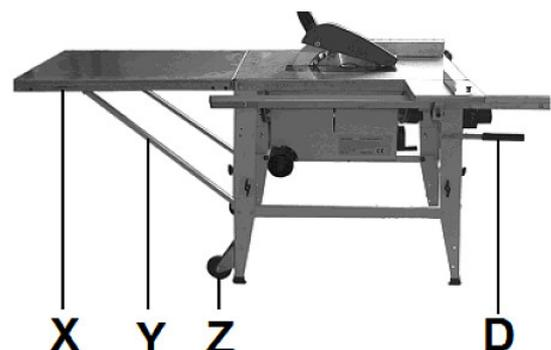

Abb. 13: Tischverlängerung montieren
- Montieren Sie die Tischverlängerung an der Tischkreissäge laut Abbildung 13.